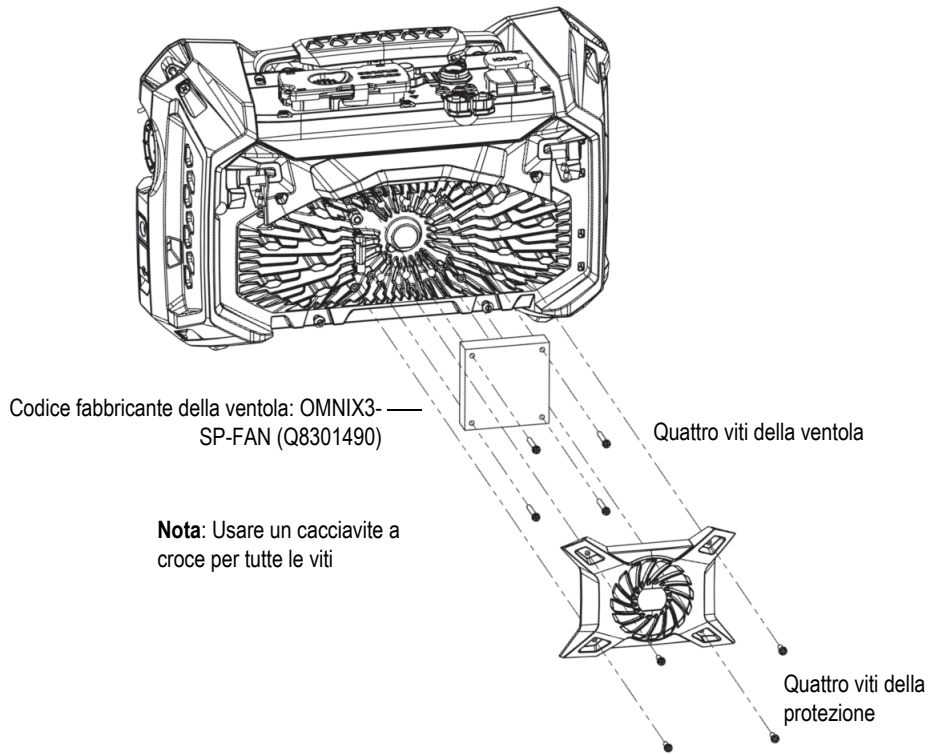

Figura 4-2 Assemblaggio della ventola e della protezione
2. Se è difficile pulire la ventola dall'esterno o se è necessario effettuare un'operazione di manutenzione sulla ventola, rimuovere la protezione della ventola e, se necessario, la ventola. In seguito pulire con cura la superficie della ventola in base alle necessità (Figura 4-2 a pagina 56).